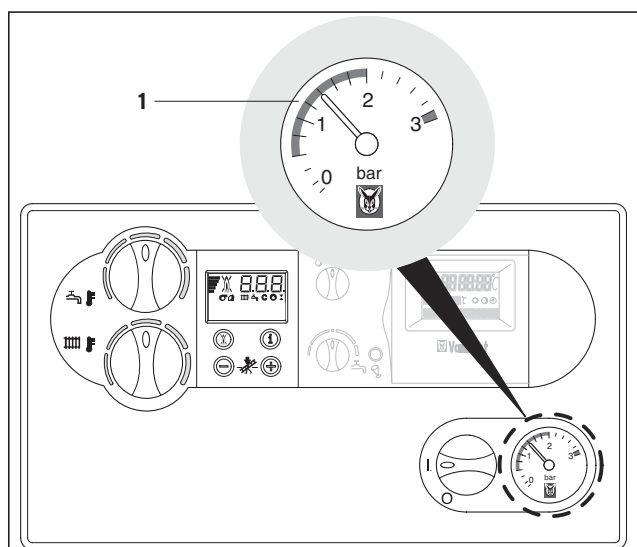

Рис. 3.4 Контроль давления воды
3.2.2 Контроль давления воды в системе отопления (рис. 3.4)
- Проверьте **давления воды в системе отопления** манометре (1).